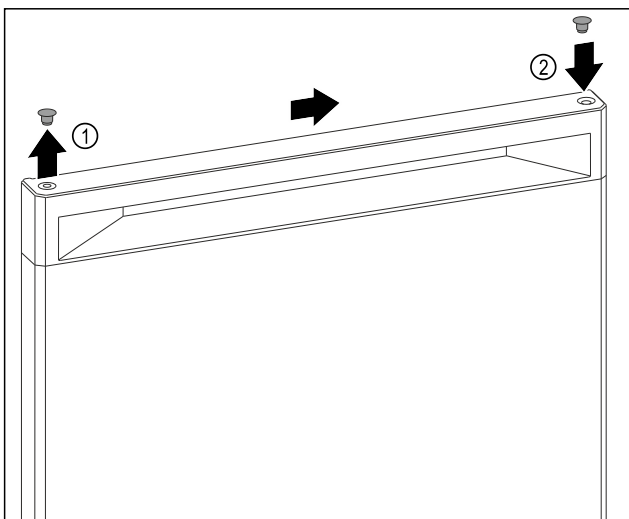

Fig. 16
- ▶ Abdeckstopfen der Türoberseite *Fig. 16 (1)* vorsichtig mit Schlitzschraubendreher anheben.
- ▶ Abdeckstopfen auf der Gegenseite einsetzen. *Fig. 16 (2)*